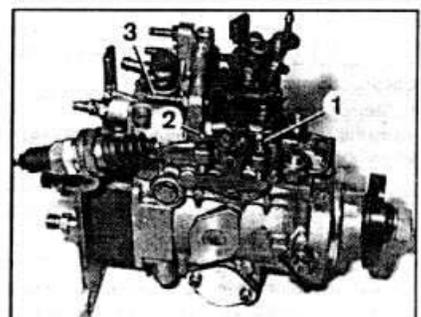

Рис. 2Е.9. Элементы регулировки топливного насоса Bosh.
- Если максимальное число оборотов отличается от рекомендуемого, то необходимо отрегулировать при помощи регулировочного болта (1, рис. 2Е.6).
- Измерьте число оборотов холостого хода и, если оно не лежит в пределах 840 - 870 об/мин, отрегулируйте на 850 об/мин болтом (2, рис. 2Е.9).
- Расположите пластину толщиной 0,5 мм между рычагом ускорения на топливном насосе и болтом (3, рис. 2Е.9) регулировки минимальной порции. Число оборотов не должно измениться. Если изменяется, то следует изменить положение болта регулировки минимальной порции.